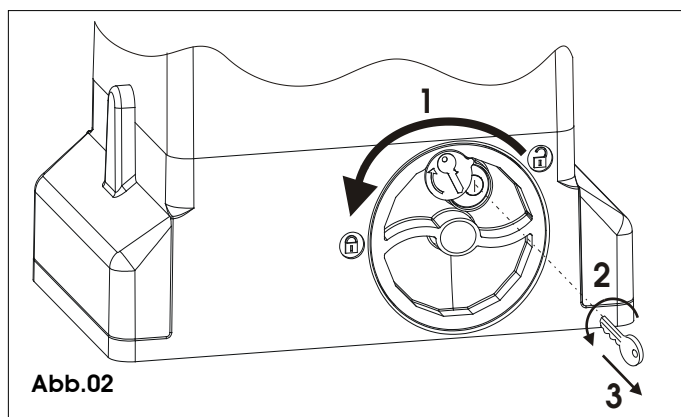

Abb.02
- 1) Tourner le système de déverrouillage dans le sens inverse des aiguilles d'une montre jusqu'à son arrêt, Fig. 02 réf. 1.
- 2) Tourner la clé dans le sens inverse des aiguilles d'une montre et l'extraire de la serrure, Fig. 02 réf. 2 et 3.